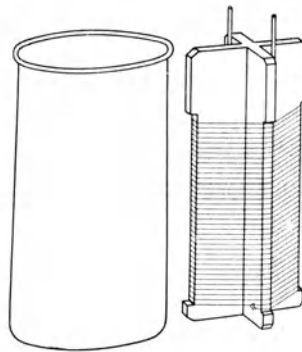

Fig. 180.
**Anleitung.** a) Setze die Wärmespule (Fig. 180) in das Blechgefäß mit Steinöl und diesen Behälter in ein Wasserbad, das auf einem Dreifuß mit Asbestplatte steht, und erwärme mit einem Argandbrenner oder einer Weingeistlampe.